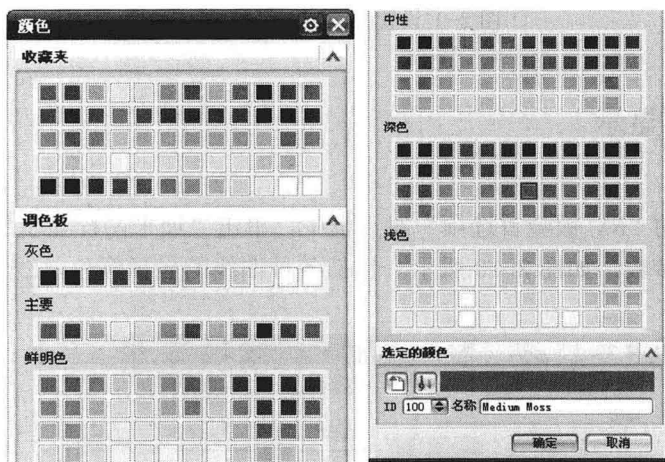

图 2-8 “颜色”对话框
(4) 顶/底部面颜色：单击颜色选择区域，弹出如图 2-8 所示的“颜色”对话框，在对话框中选择一种颜色来定义钣金顶/底部面颜色。